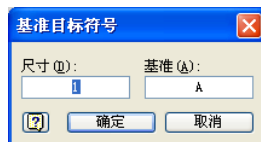

图 5-50 “基准目标符号”对话框
(1) 单击【标注】标签栏【符号】面板上的【基准目标-指引线】工具按钮，如果单击旁边的箭头，则打开下一级菜单，可以选择添加何种样式的基准目标符号。
(2) 选择好目标样式后，在图形窗口中，单击鼠标左键以设置基准的起点。
(3) 出现目标的预览，拖动鼠标以改变目标的放置位置。
(4) 单击左键以设置指引线的另一端。当符号指示器位于所需的位置时，单击鼠标右键，然后选择【继续】完整放置基准目标符号，同时打开【基准目标符号】对话框，如图 5-50 所示，可以为符号输入适当的尺寸值和基准。